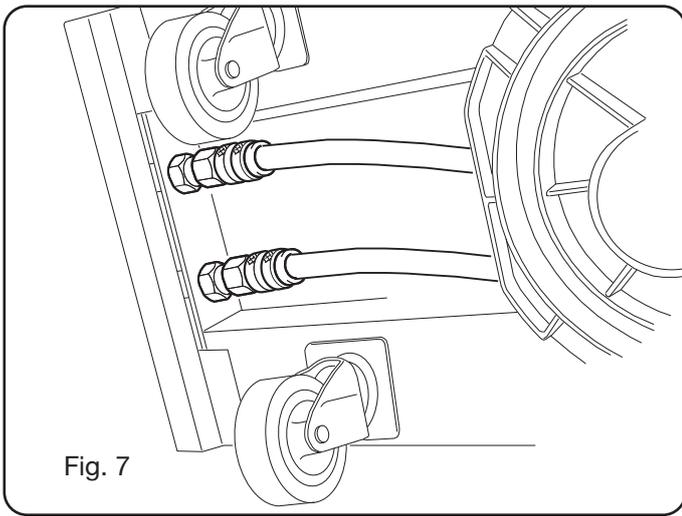

Fig. 7
- Conectar los tubos del líquido refrigerante a las conexiones de encaje rápido puestas bajo el fondo del carro arrastrarlo (ver Fig. 7), poniendo los colores así como están en la parte anterior del carro mismo.